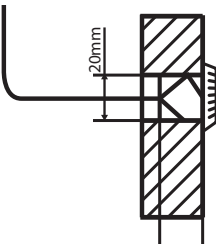

Рис.1
- Установите выносной датчик в монтажное отверстие рис. 1